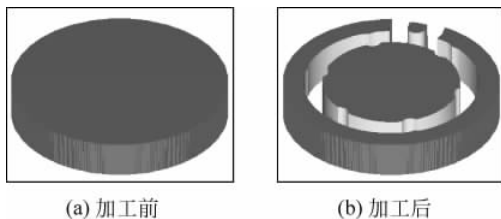

图 5-104 加工前后效果
(10) 单击加工操作管理器中的“实体加工模拟”按钮,系统弹出“实体切削验证”对话框,单击“模拟执行”按钮,加工前和加工后的效果如图 5-104 所示。